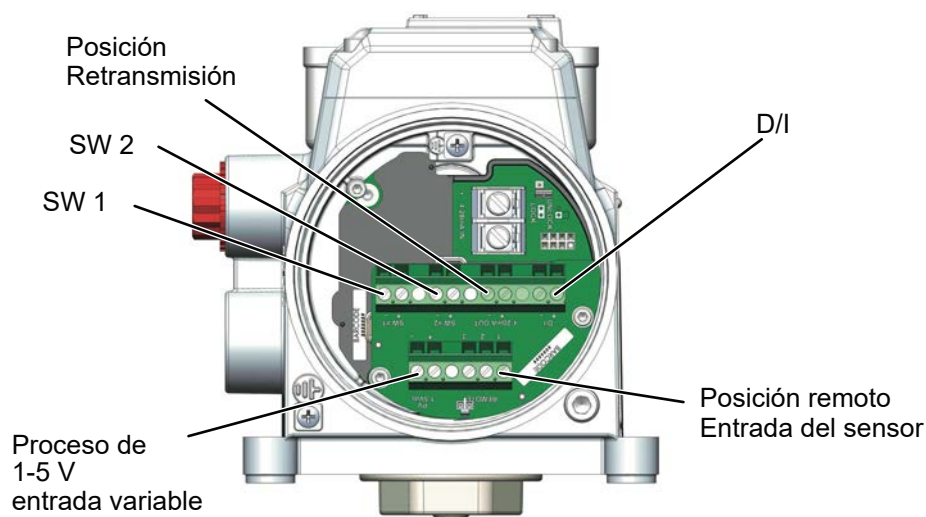

Figura 18- Conexiones al módulo electrónico de opciones (a través de la placa de terminales)
3. Localice el bloque de terminales correcto en el Módulo de opciones (consulte la Figura 18).